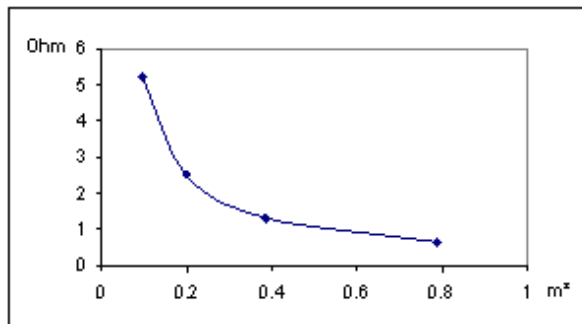

Fig. 2 Resistenza in funzione dell'area della sezione trasversale
- Tracciate il grafico della resistenza in funzione all'area della sezione trasversale (fate riferimento alla fig. 2).